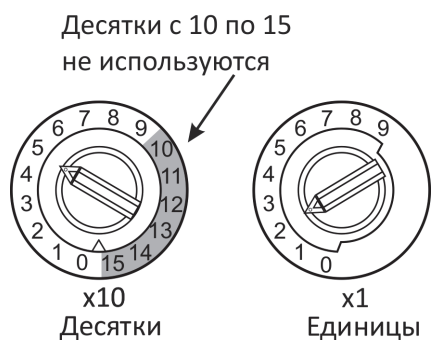
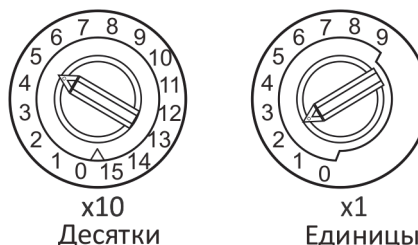

Рисунок 2.
Рисунок 3.
1. Установите адрес на извещателе путем поворота двух роторных переключателей десятков и единиц, расположенных с тыльной стороны извещателя. Запишите адрес на адресную метку, прикрепленную к базе. При подключении извещателей к модулю «СФ-МАШ-3» используются адреса с 1 по 99 (рис. 2). При подключении извещателей к модулю «СФ-МАШ-4» используются адреса с 1 по 159 (рис. 3)